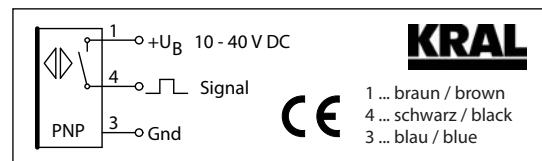

Abb. 33 Anschlussschaltbild BEG 64
4. Verstärker **627.1** befestigen und anschließen, dabei das Anschlussschaltbild beachten, siehe Abb. 33, Seite 43.